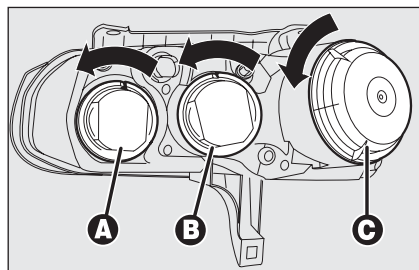

fig. 25
La ubicación de las lámparas del grupo óptico **fig. 25** es la siguiente:
- ☐ gire hacia la izquierda la tapa **A-fig. 25**;
- ☐ desenchufe el conector eléctrico **A-fig. 25**;
- ☐ gire hacia la izquierda la tapa **B-fig. 25**;
- ☐ gire hacia la izquierda la tapa **C-fig. 25**;